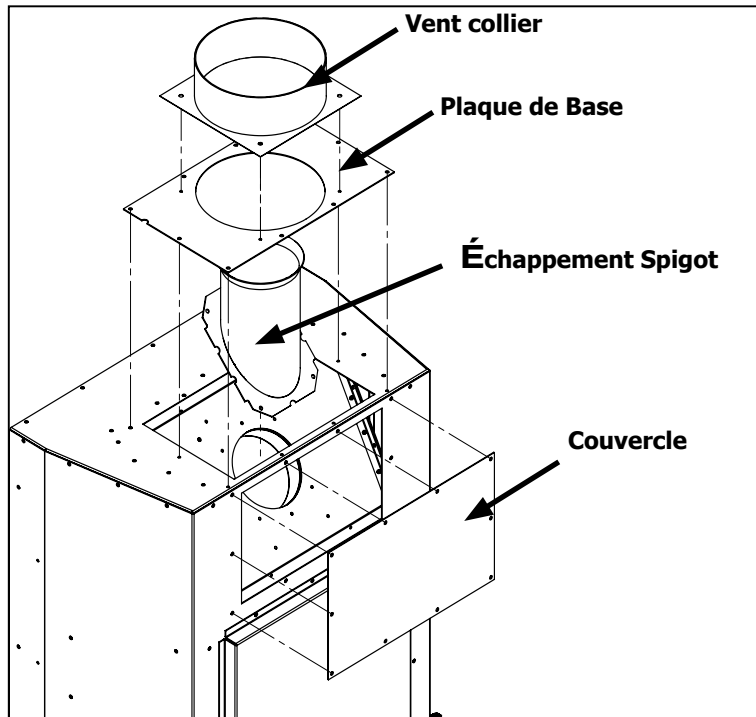

Figure 17. Vent Conversion - Étape 1
**Étape 1:** Avec un tournevis T20 enlever le col de ventilation, la plaque de base, couvercle et robinet d'échappement (28 vis au total) comme le montre la Figure 17.